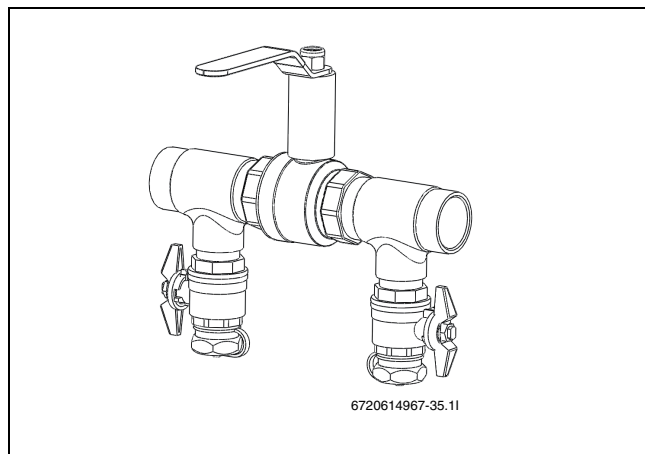

Fig. 14 Dispositif de remplissage en position de remplissage
- Placer les vannes du dispositif de remplissage en position de remplissage (→ fig. 14).